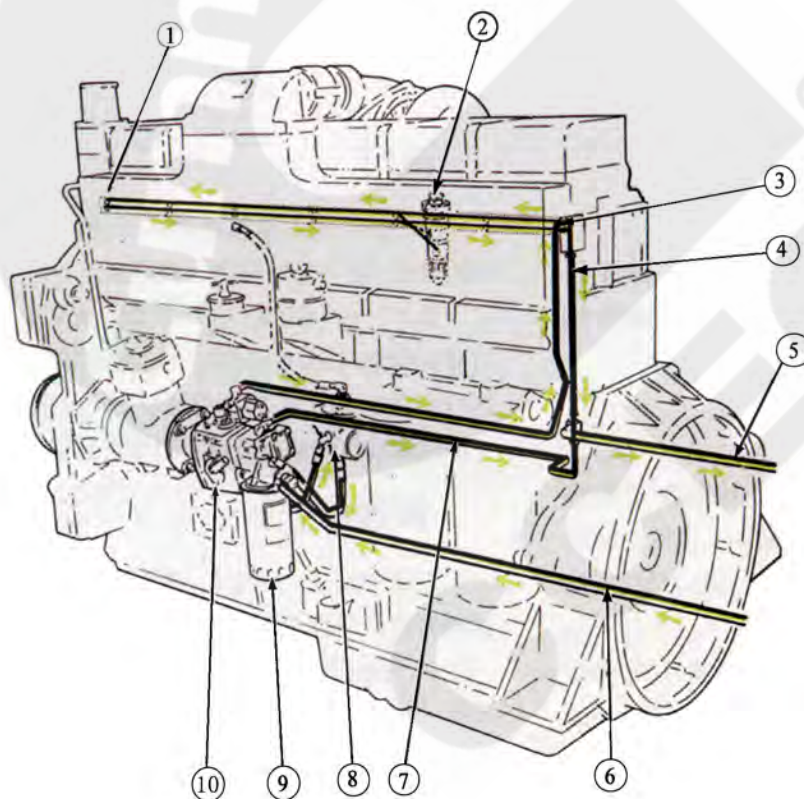
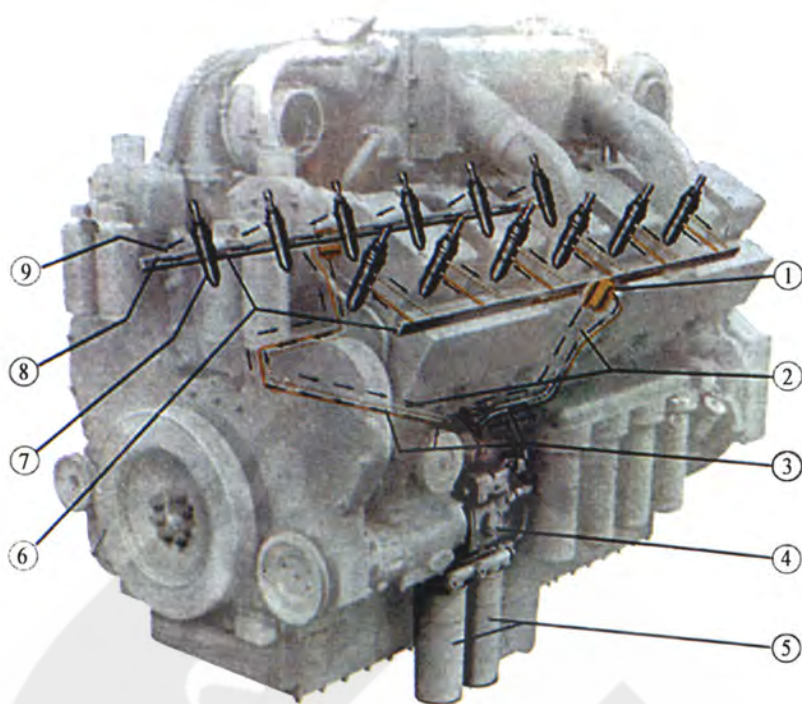
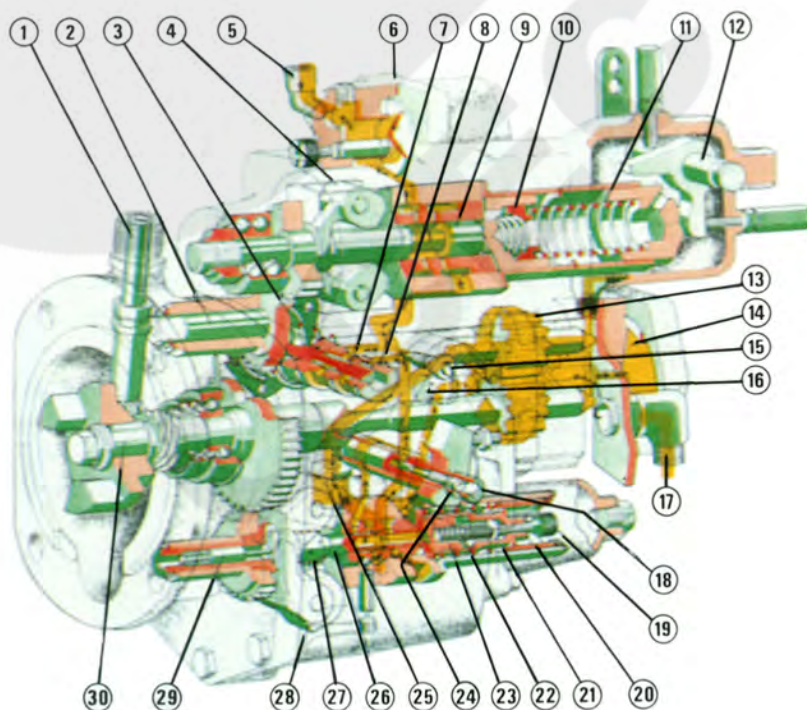

图 5-1 燃油流向图-KT/KTA19 发动机
图 5-2 燃油流向图-KT/KTA38 发动机
图 5-3 PT(G 型)VS(全程式)AFC 燃油泵
PT 燃油系统由燃油泵、进油管路、回油管路，燃油通道和喷油嘴组成。燃油流向见图 5-1 和图 5-2 PT (G) 型，VS (可变速度亦称全程式) 型燃油泵见图 5-3。
PT (G 型) VS 燃油泵 (图 5-3) 由四个主要部件组成：齿轮泵、标准调速器、油门和一个 VS (变速，即全程式) 调速器。